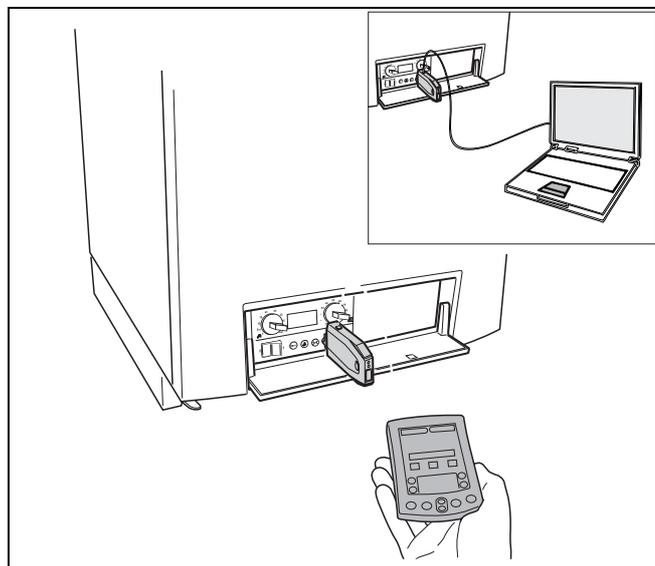
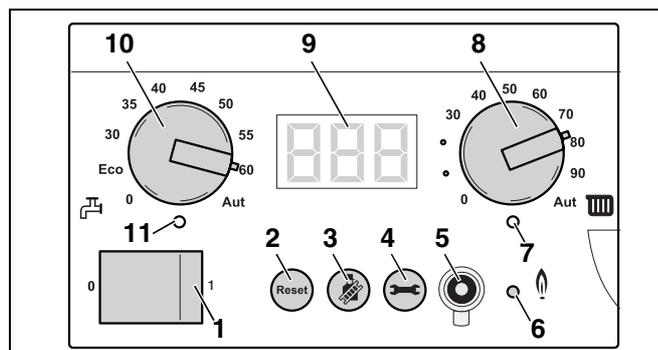

Fig. 57 Collegare il Service Tool alla caldaia
Fig. 59 Regolatore di base BC10
Per l'acquisizione, l'analisi e l'eliminazione di un malfunzionamento, in modo più adeguato, veloce e semplice, è possibile collegare il Service Tool (fig. 57) al connettore Service della caldaia (fig. 59, **pos. 5**).
Sul display (fig. 59, **pos. 9**) sono visualizzati i valori, le impostazioni e i codici dell'impianto di riscaldamento.
Con la manopola "Valore nominale acqua calda" (fig. 59, **pos. 10**) è possibile preimpostare la temperatura di acqua calda desiderata nell'accumulatore-produttore di acqua calda. L'unità di misura sono i °C. Vedere tab. 16, pagina 66.
Il LED "Produzione acqua calda" (fig. 59, **pos. 11**) è acceso se è richiesto un apporto di calore per riscaldare l'acqua e si spegne quando questa richiesta di fabbisogno non è più presente.
È possibile esplorare la struttura del menu della caldaia sul BC10 mediante il tasto "Reset", il tasto "Spazzacaminò" e il tasto "Indicazione di stato" (fig. 59, **pos. 2, 3 e 4**) e del display (fig. 59, **pos. 9**) secondo quanto previsto dalle tabelle 7-11.